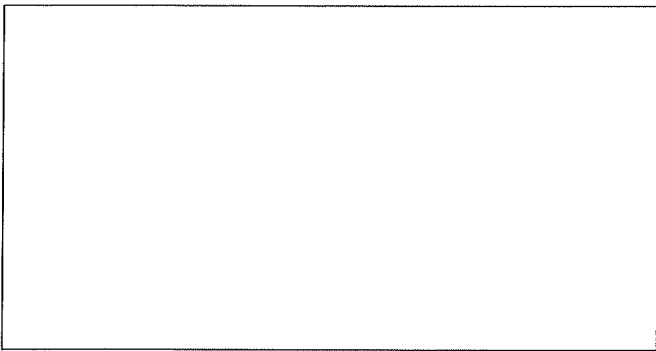

Рис. 20. Предохранительный клапан
- При превышении допустимой нагрузки предохранительный клапан гидравлического силового блока подъемника откроется (п.1, Рис. 20).